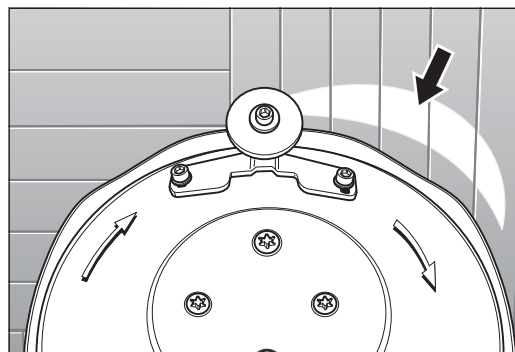
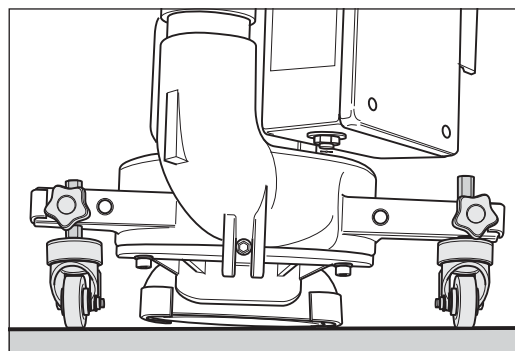
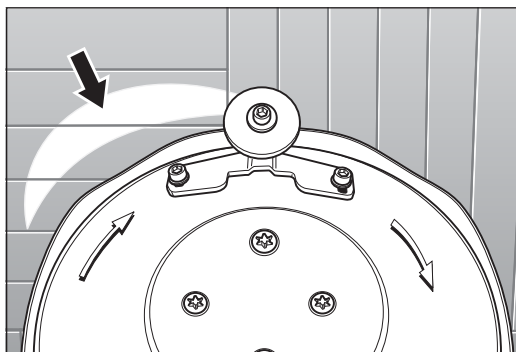
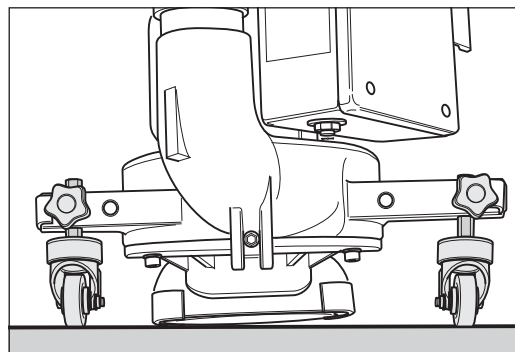

Abb. 24 **Falsche** Einstellung der Lenkrollen:
Abb. 25 Die Maschine schleift zu weit **rechts**:
Abb. 26 **Falsche** Einstellung der Lenkrollen:
Abb. 27 Die Maschine schleift zu weit **links**:
- 8 Schleift die Maschine zu weit rechts (Abb. 24) oder zu weit links (Abb. 26), sind die Lenkrollen **nicht gleich hoch** eingestellt (Abb. 25 und Abb. 27)!